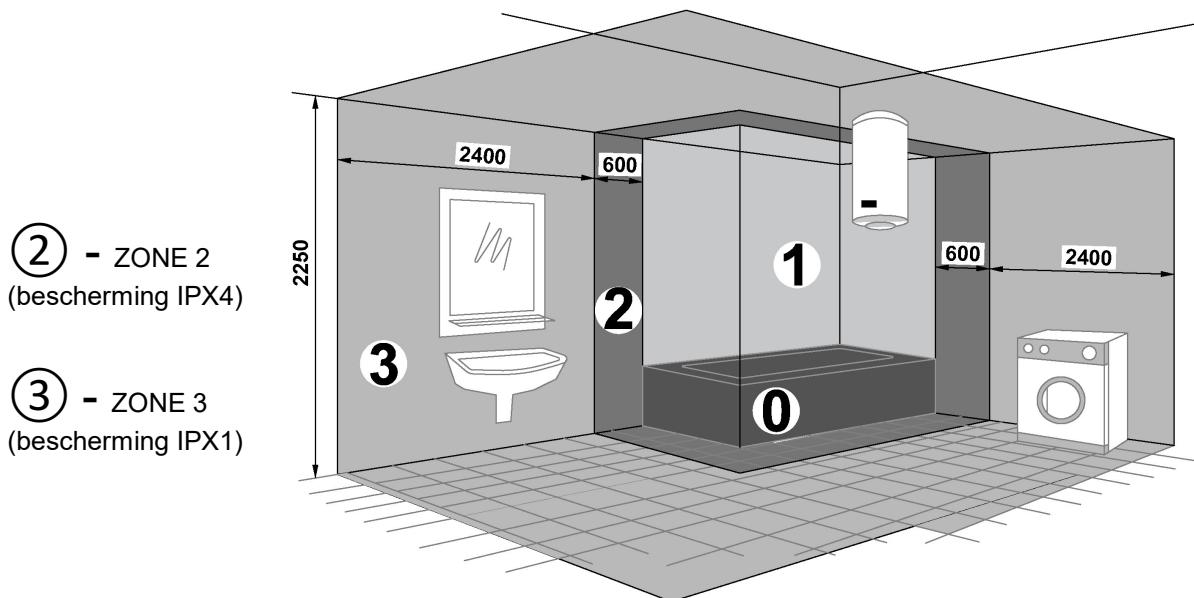

Fig. 1: Verdeling van de zones in de badkamer
- De thermostaat is waterdicht (Klasse I). In geval van installatie in de badkamer moet de thermostaat in zone 3 (zie fig. 1) worden aangebracht zodat deze buiten bereik is voor mensen die een douche of bad gebruiken.